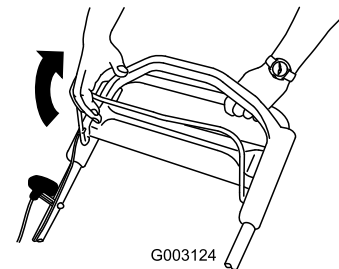

Bild 30
2. Ziehen Sie den Schaltbügel für das Schnittmesser gegen den Griff (Bild 30).